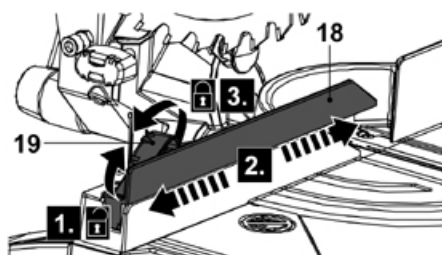

Fig. 9
- > Solte o botão de bloqueio da cerca (19) no sentido anti-horário. (Fig. 9, passo 1).
- > Deslize a vedação (18) para a posição requerida (passo 2). A vedação ajustável esquerda (18) pode ser removida durante a operação, se necessário.
- > Aperte o botão de bloqueio da vedação (19) (passo 3).